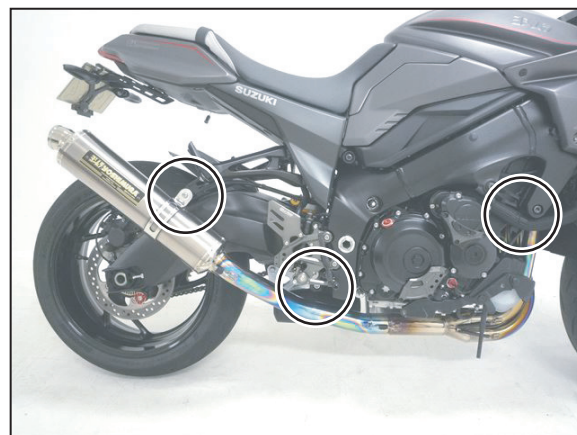

FIG. 22
20. 車両後方から見てサイレンサーの角度やマフラーと車両のクリアランスを調整し、エキゾーストパイプ→サブサイレンサー→サイレンサーの順に規定トルクで締め付けて下さい。(FIG. 22 参照)